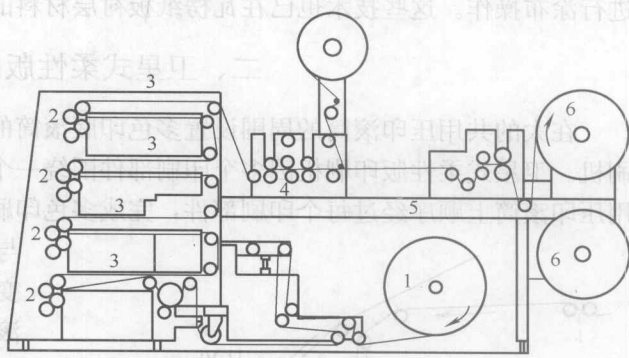

图 1-1-4 色间水平走带的层叠式柔性版印刷机
(3) 色间水平走带的层叠式柔性版印刷机 为了方便操作，还有一种形式的层叠式柔性版印刷机如图 1-1-4 所示。借助导向辊将色间走带改为水平方向，使印刷机的高度大大减小。